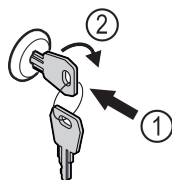

Fig. 102 Immagine a titolo di esempio
- Inserire la chiave Fig. 102 (1).
- Ruotare la chiave di 90° in senso orario Fig. 102 (2).